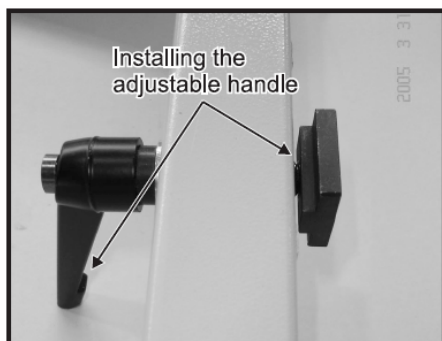

Fig. 17
1. Ввинтите регулировочную ручку (M12-1,75x55) с плоской 12-миллиметровой шайбой сквозь поперечный стол и наденьте на нее Т-образную гайку (M12-1,75x2) (см. рис. 17).